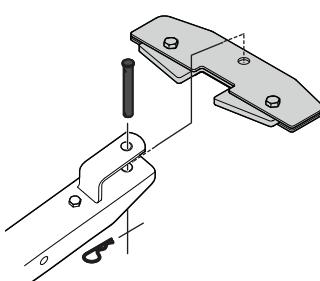

Figure 30
- Remettez la tige et la goupille pour terminer. Voir la Figure 30.